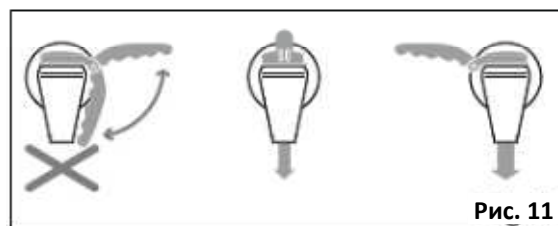

Рис. 11
2. Рукоятку крана поднимают и осторожно поворачивают; максимальный угол поворота рукоятки – 180° (см. рис. 11).